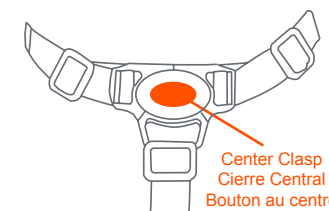

Fig. 10a
- 11) • Push Button on Center Clasp, the two Harness Buckles will pop free (Fig. 10a).
• Presione el botón rojo en la presilla central para destrabar las dos hebillas del arnés (Fig. 10a).
• Appuyer sur le bouton au centre des boucles, les deux sangles se détacheront (Fig. 10a).